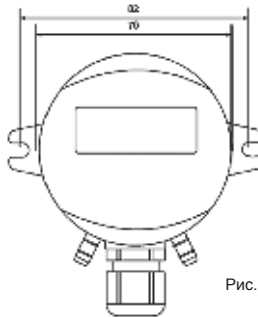

Рис. 1. Габариты датчика давления
- датчик прикручивается прямо к воздуховоду двумя винтами для жести (см. рис. 1);